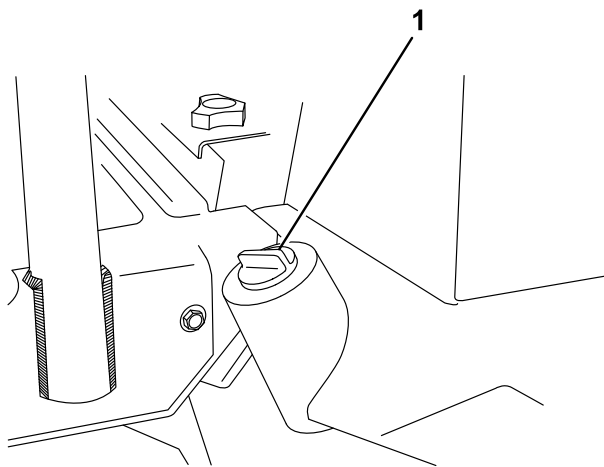

図 34
2. 油圧オイルタンクの注油口周辺をきれいに拭き、キャップ（図 34）を外す。給油口からキャップを取る。